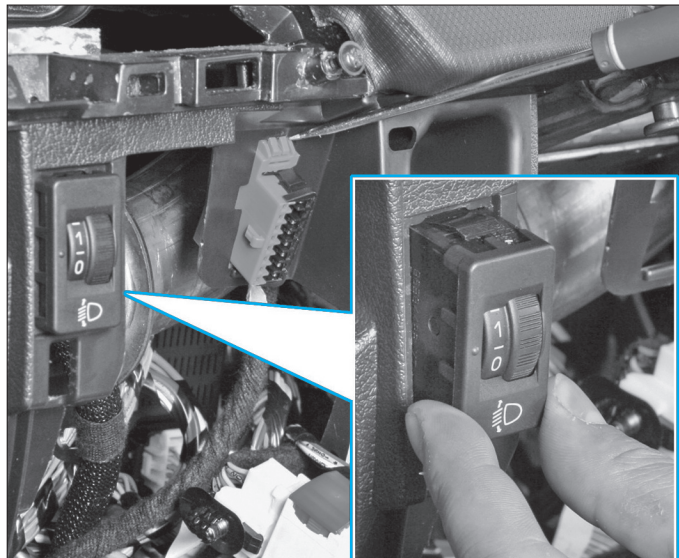

Fig. 52
• Déposer la commande de réglage de site des feux (selon équipement) ainsi que la prise diagnostic (Fig.52).